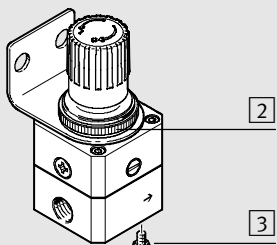

Рис. 2 / 图 2
- во взрывоопасных газовой и пылевой средах (только LRP-¼...-EX4): заземлить LRP приложенным заземлительным болтом [3] (→ рис. 2).